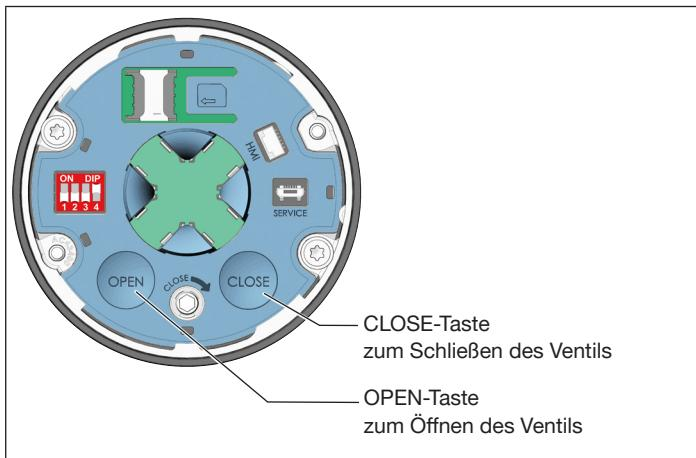

Abb. 27: Elektrische Handbetätigung bei Geräten
- Mit der OPEN-Taste und CLOSE-Taste das Ventil öffnen oder schließen (siehe „Abb. 27“).